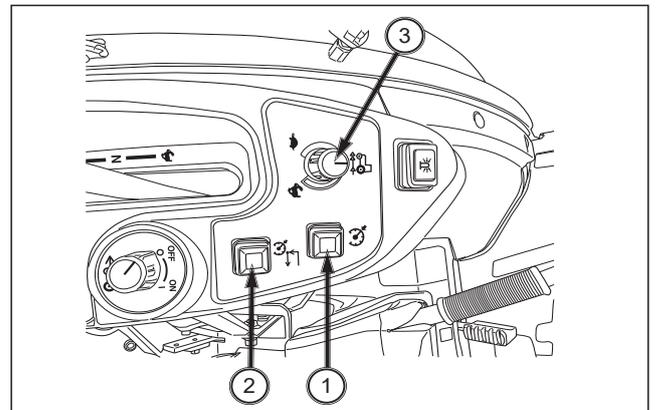

FIG. 62
FIG. 62: El interruptor del control de crucero (1) acciona la unidad de control solo para la marcha adelante. Este interruptor permite al operador establecer una velocidad constante para operar en grandes áreas, viajes por carretera, etc.